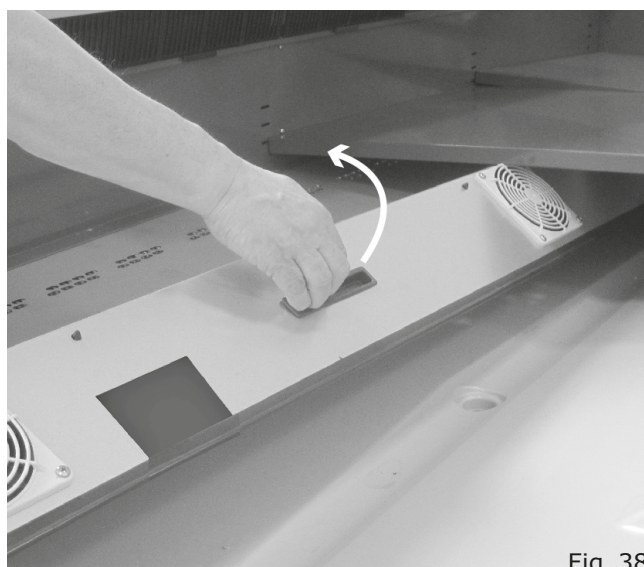

Fig. 38
- Un soporte de ventilador que puede girar hacia arriba ("Fig. 38").